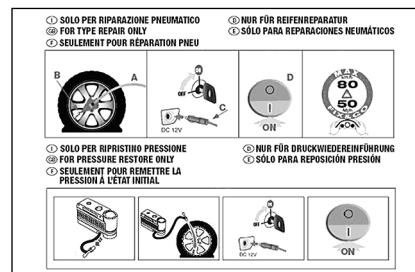

fig. 2
- ☐ dépliant informatif (voir **fig. 2**), employé pour une utilisation correcte et rapide du kit de réparation rapide et livré ensuite au personnel qui devra manier le pneu traité;